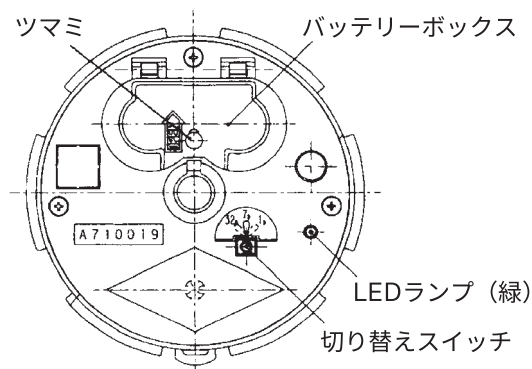

図 1. 円筒時計上部
- ・ 円筒上部のLEDランプ（緑）は、 $DC2.2V \pm 10\%$ 以下で消灯します。（常温、常湿の場合）〈図1〉